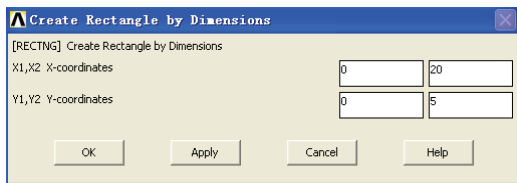

图 4-82 创建矩形面对话框
2) 选择 Main Menu | Preprocessor | Modeling | Create | Areas | Rectangle | By Dimensions 命令, 出现 Create Rectangle by Dimensions 对话框, 在 X1,X2 X-coordinates 输入栏中分别输入 0、20, 在 Y1,Y2 Y-coordinates 输入栏中分别输入 0、5, 如图 4-82 所示,